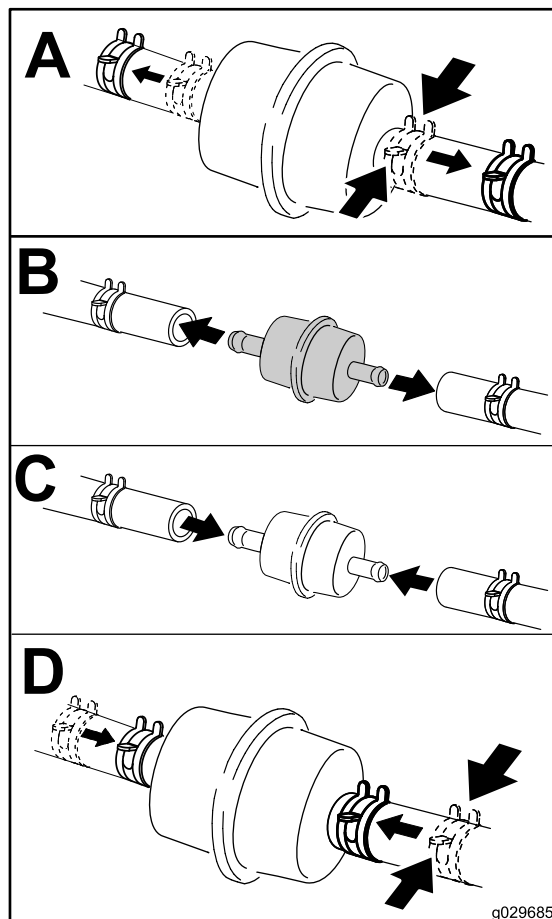

图 42
6. 如图 42 所示在燃油滤清器下面放置一个清洁容器并更换燃油滤清器。